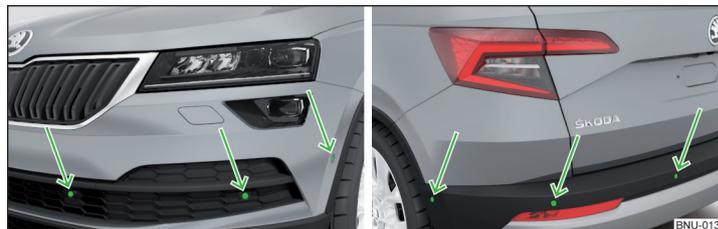

Abb. 261 Verbauort der Sensoren auf der linken Fahrzeugseite: vorn / hinten
- Die Systemsensoren » **Abb. 261** auf Seite 230 sauber, schnee- sowie eisfrei halten und mit keinerlei Gegenständen abdecken, anderenfalls kann die Systemfunktion eingeschränkt sein.
Das System berechnet mithilfe von Ultraschallwellen den Abstand zwischen dem Stoßfänger und einem Hindernis. Die Ultraschallsensoren befinden sich je nach Fahrzeugausstattung im hinteren bzw. auch im vorderen Stoßfänger » **Abb. 261**.